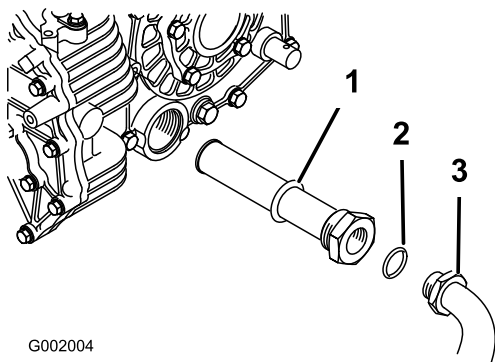

Figura 56
5. Remova a mangueira hidráulica e o encaixe em 90° (Figura 56).